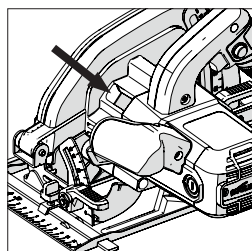

Fig. 3
- Hitta maskinens hjulaxels låsknapp (som finns på en liknande plats i alla maskiner). Lås maskinens hjulaxel med hjulaxels låsknapp. (Fig. 3).